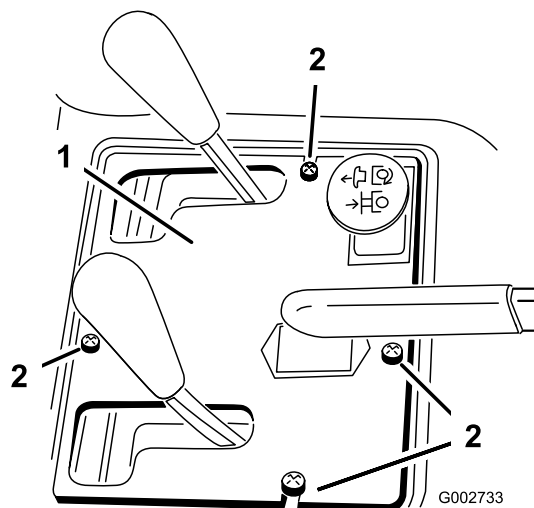

Figura 36
2. Retire los 4 tornillos que fijan el panel de control al bastidor (Figura 36).